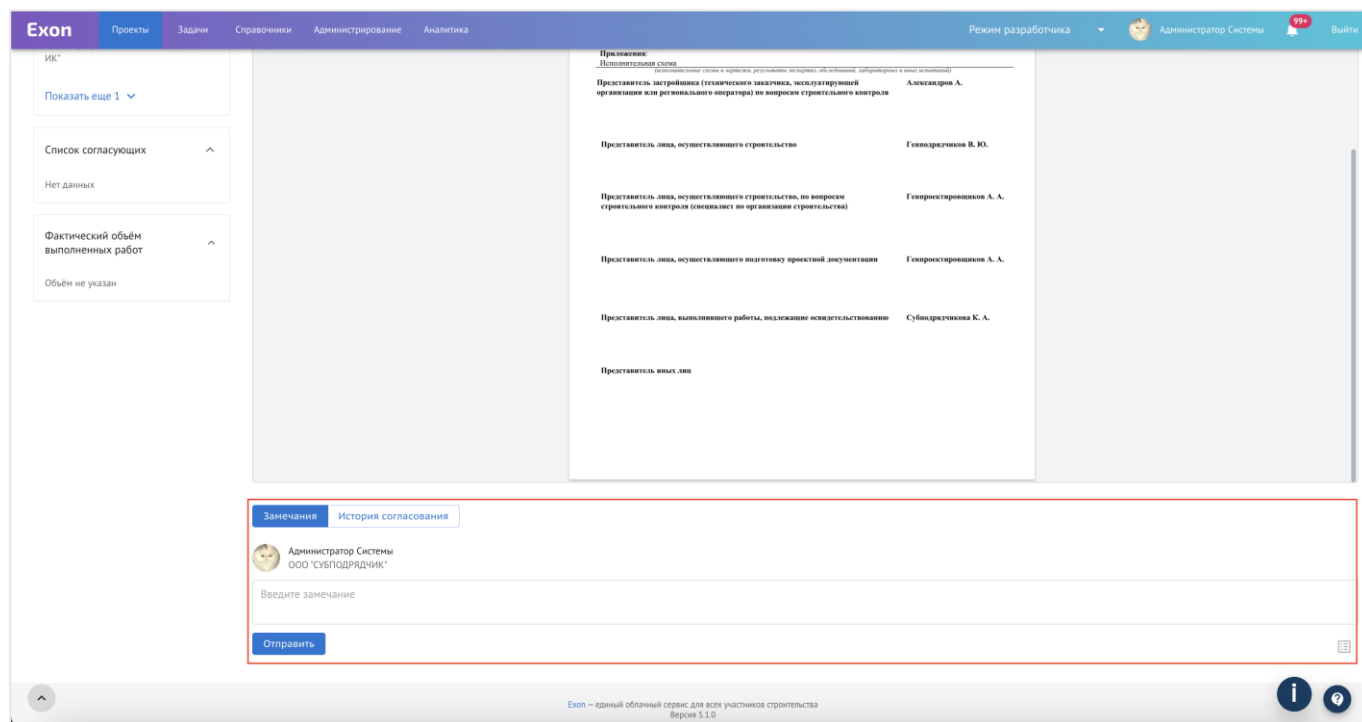

Рис. 71 – Выставление замечаний к акту
4. В нижней части в режиме просмотра акта есть возможность оставить общее замечание к акту (рис. 71);